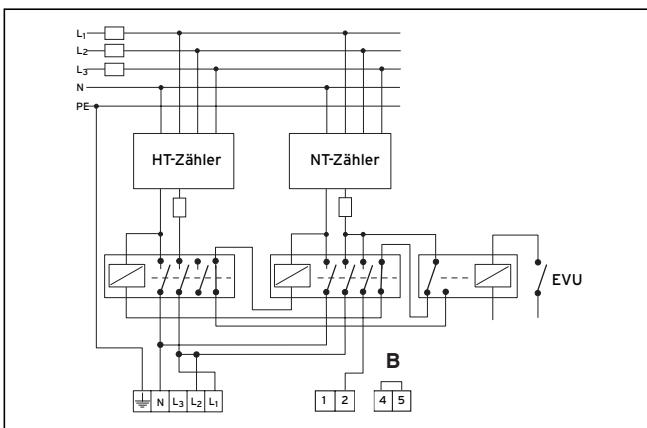
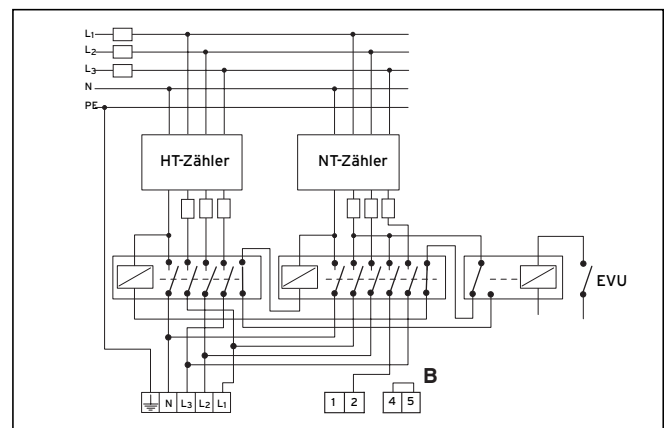

Рис. 8.2 Однофазное подключение
Рис. 8.4 Трехфазное подключение
- Выполните соединительную электропроводку для указанной в таблице 8.1 мощности согласно соответствующим схемам соединения на рис. 8.1 и рис. 8.2 - рис. 8.4.
При схеме двухтарифного подключения для схем подключения с низким тарифом можно подключать контакт сигнала предприятия энергоснабжения в соответствии со схемами соединений, приведенных на рис. 8.2 - 8.4. Это гарантирует включение основной нагрузки предприятием энергоснабжения. Выберите мощность на основе времени разблокировки ПЭС для низкого тарифа (обычно 4 либо 8 ч).